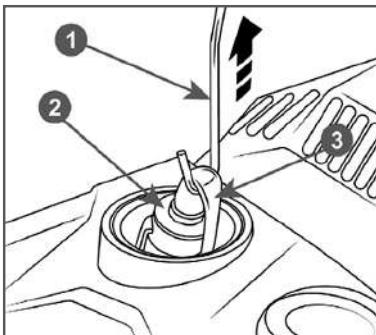

Рис. 23 Обслуживание топливного фильтра
3. Зацепите крючком 1 топливный шланг 3 с фильтром 2 и вытяните через запливную горловину (Рис. 23).